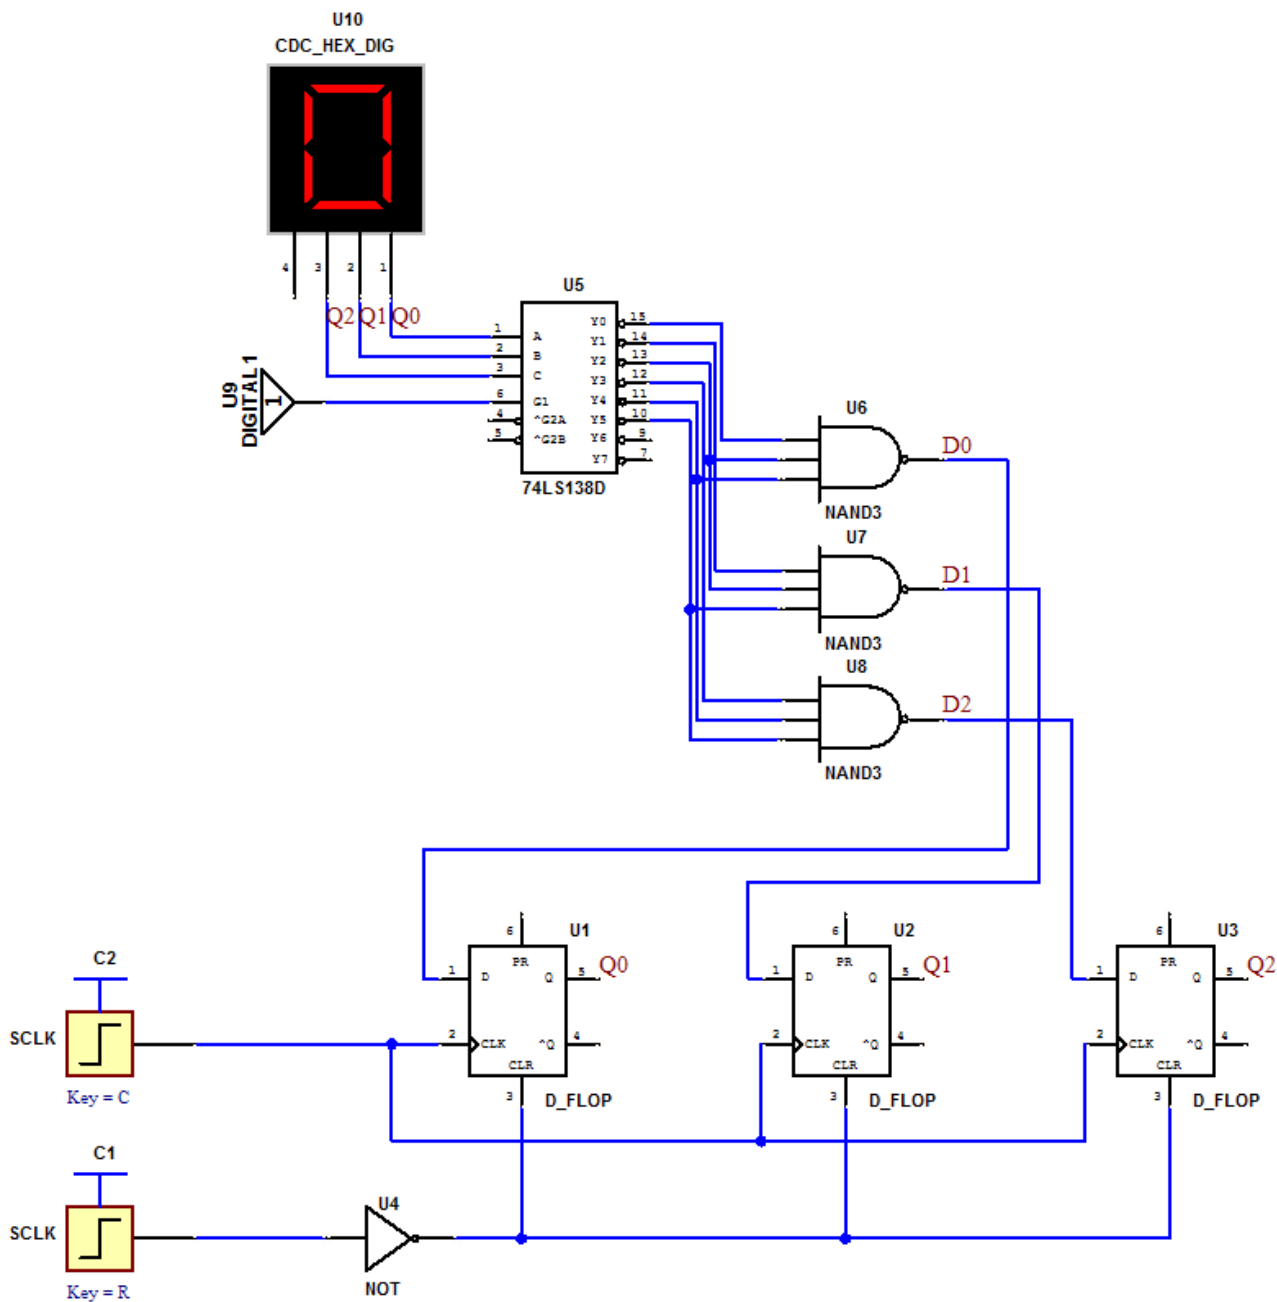

图 5-7：模 7 加法计数器
7. 可以由  $Q_2^n$ 、 $Q_1^n$ 、 $Q_0^n$  通过 3-8 译码器得到  $m0 \sim m5$  这 6 个值对应的信号。当译码输出任意一位有效时, 就能确定当前计数值。例如,  $m5$  有效 (3-8 译码器输出低电平表示有效), 那么当前计数值为 5。于是得到最终的电路如图 5-7 所示。注意在图 5-7 中, 计数器输出的  $Q_2Q_1Q_0$  通过网络标签与数码管和 3-8 译码器的输入端连接, 这样既可显示计数器的值, 又对计数器的现态完成了译码。
8. 读者仿照图 5-7 绘制完成电路后, 可以仿真验证模 7 加法计数器的功能。